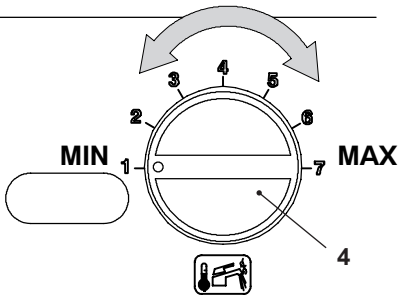

Fig. 9.13
- Ruotare la manopola regolazione temperatura sanitari 4 in Fig. 9.13 al minimo, sul display LCD compare la seguente visualizzazione (la sequenza P09 si alterna a 01).